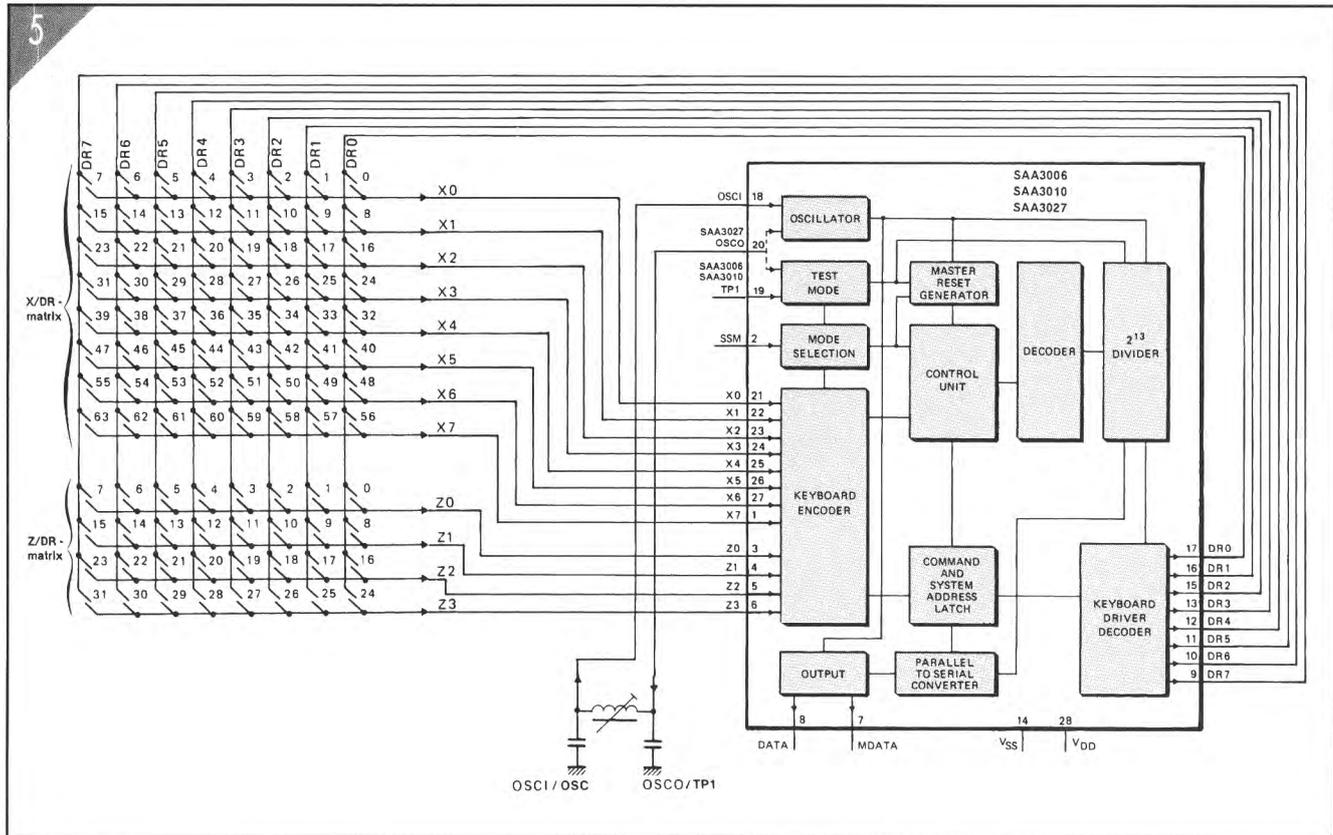

Figure 5 - L'intérieur d'un émetteur de télécommande est encore plus simple que celui du récepteur.
Comme l'illustre la figure 5, l'électronique de l'émetteur I.R. est d'une simplicité « renversante ». Un unique circuit se charge de tout. Il existe sur le marché trois types de circuits destinés au codage RC5 ; ces trois circuits sont, à peu de choses près, compatibles broche à broche. Les seules qui nous intéressent ici sont la broche 2 (SSM) et les deux matrices de touches. La matrice X/DR correspond aux touches permettant l'émission d'un code de commande donné. Le chiffre placé à côté donne le code correspondant. La matrice Z/DR sert à indiquer quelle adresse système l'émetteur doit envoyer avec le code de commande. Les chiffres placés à côté des touches représentent les adresses système correspondantes.
**Figure 7** – Voici comment définir une nouvelle adresse système sur un émetteur du commerce. Le point B indique que nous avons dessoudé la broche 3 du circuit intégré qui était relié normalement à la broche 17 (cf. figure 5), pour fixer l'adresse « 0 », soit celle d'un téléviseur. Nous avons ensuite relié les broches 6 et 9, c'est-à-dire Z3 à DR7, définissant ainsi l'adresse 31, soit la plus haute utilisée pour les expérimentations. Pour obtenir l'adresse « 16 », selon la figure 5, il faut relier Z2 (broche 5) à DR0 (broche 17). Mieux vaut dans ce cas utiliser un bout de fil isolé.